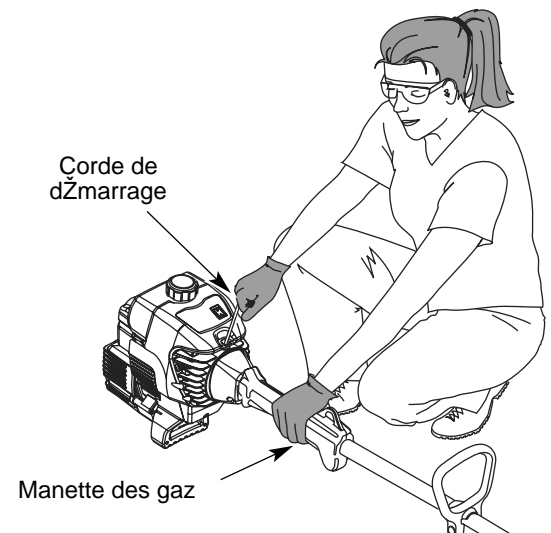

Fig. 8
5. Levez-vous en position de démarrage (Fig. 8) et appuyez sur la manette des gaz. Tirez le cordon de démarrage d'un mouvement continu et ferme jusqu'à 5 fois.